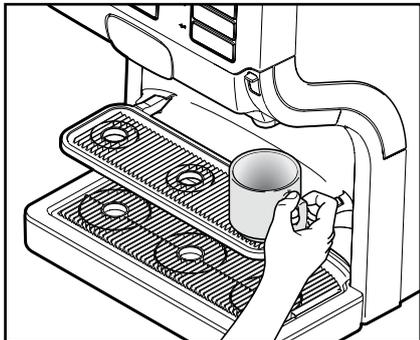

Fig. 10
- Placez votre tasse sur le porte-tasses (fig. 10).
1. Placez la tasse sur le porte-tasses (fig. 10).